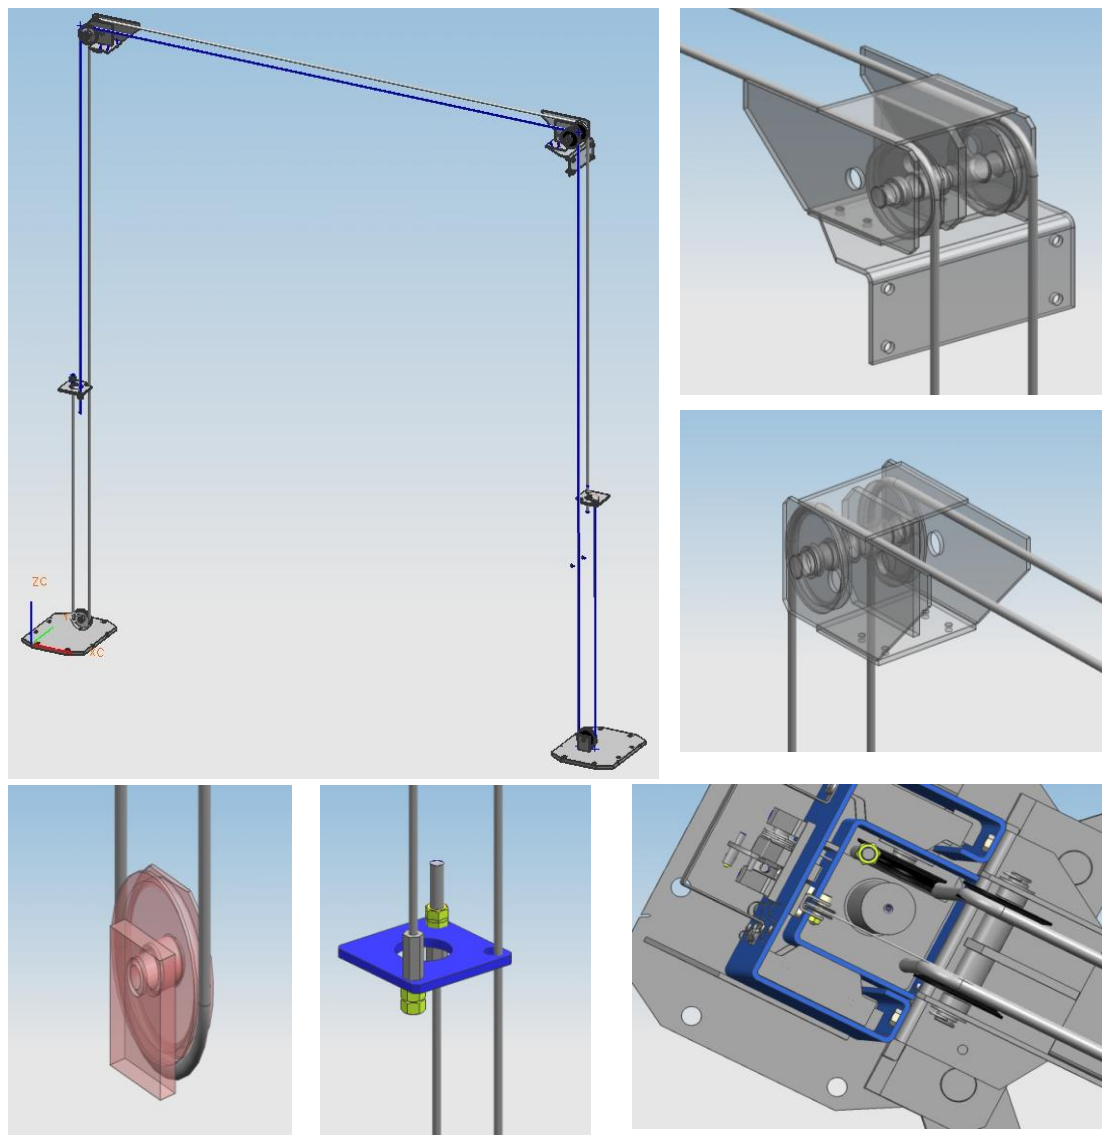

图 8
6.3.4 将两滑台抬到第一锁定位置可靠锁定后，将两根同步钢索按要求连接，（见图 8），调整螺母（钢索短螺纹的一端螺母拧紧到位，长螺杆供调节用），把两钢索的张力调节到最佳状态。